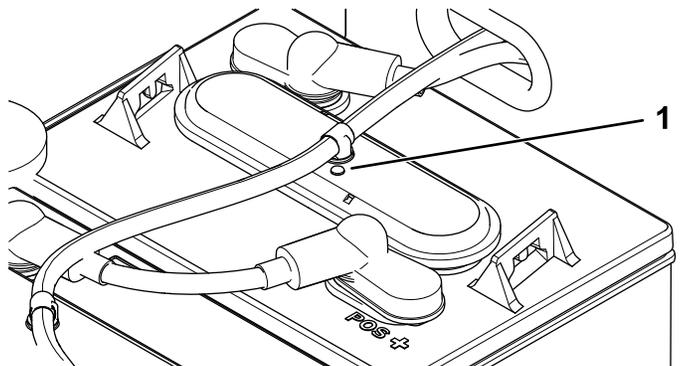

図 39
3. 各バッテリーのアイレットの色黒または白を調べる 図 39。